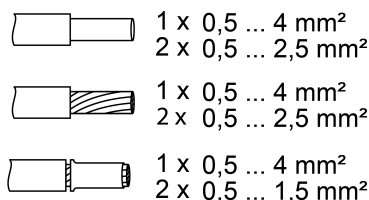

рисунок 2: Сечение провода под клемму
- Подключите вставку для переключения согласно схеме подключения (рисунок 1). При этом необходимо соблюдать необходимое сечение провода под клемму (рисунок 2).
- i** Нагрузку на оба выхода можно переключать путем кратковременного нажатия кнопки **TEST** (1) (состояния переключения: **a1** вкл. **a2** выкл., **a1** выкл. **a2** вкл., **a1** и **a2** вкл., **a1** и **a2** выкл.).